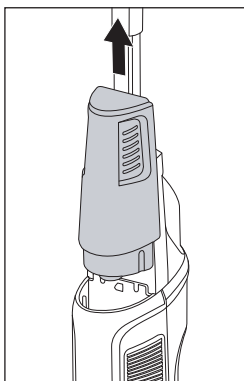

Fig. 6
- ◆ Prendere il contenitore dell'acqua pulita 11 dalle scanalature di presa laterali e staccarlo dall'apparecchio tirandolo verso l'alto (vedere fig. 6).